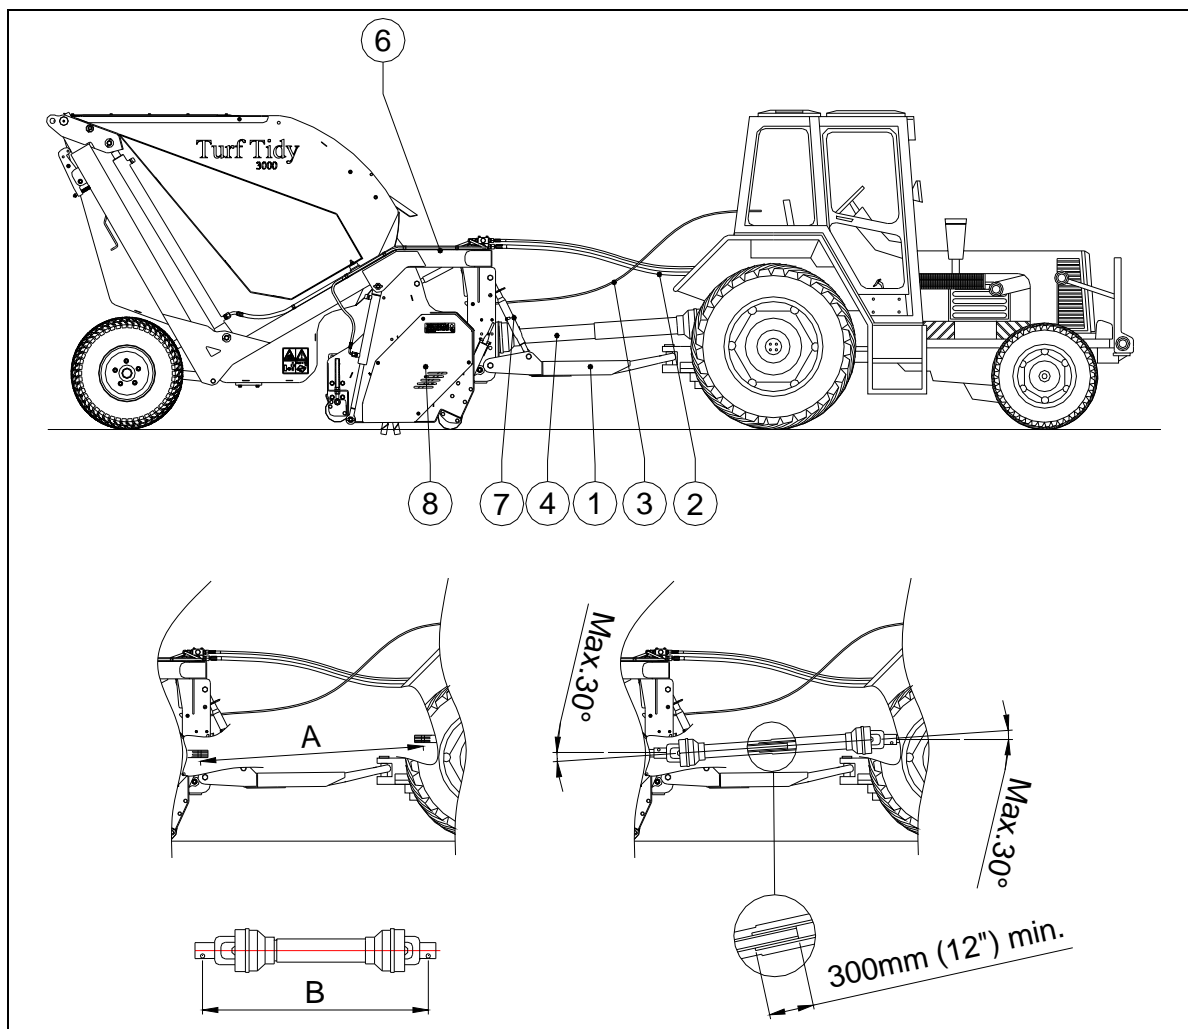

Fig.8
La méthode de raccordement est la suivante : (Fig. 8)
**La longueur change lorsque la tête 8 (voir Fig.8) est soulevée ou lorsque un autre tracteur est utilisé ou après des virages.**
Afin d'ajuster la bonne longueur de la prise de force, en cas de nouvel achat ou lors de l'utilisation d'un autre tracteur, suivez la procédure suivante : (voir Fig.8)